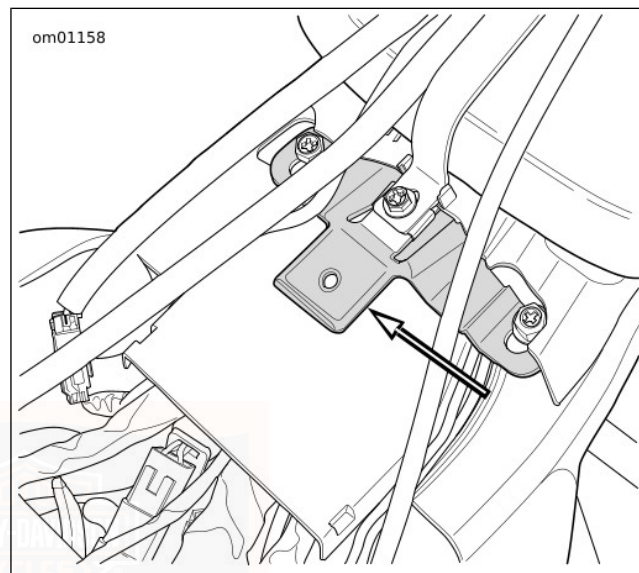

Abbildung 155. Sitzzunge (typisch)
3. Siehe Abbildung 155. Den Sitz nach vorne drücken und die Hinterkante des Sitzes anheben, bis die Halterung über das Fahrgestell vorbeipasst. Den Sitz leicht nach hinten schieben, um den Schlitz von der Zunge an der hinteren Kraftstofftankhalterung zu lösen.
Siehe Abbildung 155. Den Sitz nach vorne drücken und die Hinterkante des Sitzes anheben, bis die Halterung über dem Tour-Pak vorbeipasst. Den Sitz leicht nach hinten schieben, um den Schlitz von der Zunge an der hinteren Kraftstofftankhalterung zu lösen.